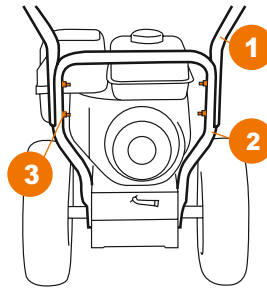

Рис. 2
• Соедините панель оператора (1) с нижней частью рукоятки (2) с помощью четырех болтов, шайб и гаек (3) (Рис. 2).